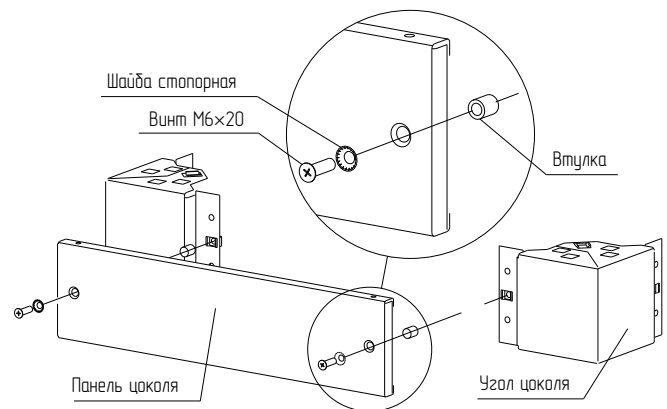

Рисунок 6
4.3.3 Вставьте в панель цоколя два винта М6×20 со стопорной шайбой и втулкой на каждом винте (Рисунок 6) и закрепите панель цоколя на углах цоколя. Момент затяжки – 4 Н·м.